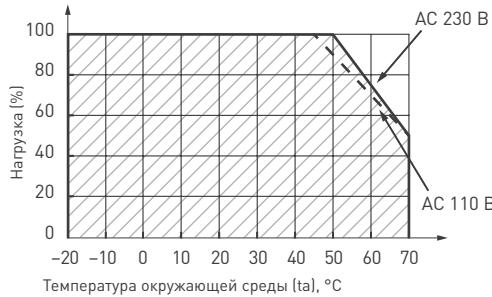

Рис. 2. Нагрузочная способность источника питания в зависимости от температуры
- 4.3. Не нагружайте источник питания более чем на 80% от его максимальной мощности. Учитывайте, что с повышением температуры окружающей среды максимальная мощность источника питания снижается (см. график зависимости на рис. 2).